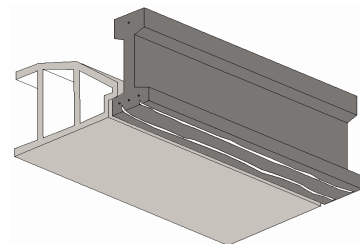

Fig.2: IVE_ GIEP
C.1. Aparecen localizadas marcando la posición de la armadura principal. (Fig.2)